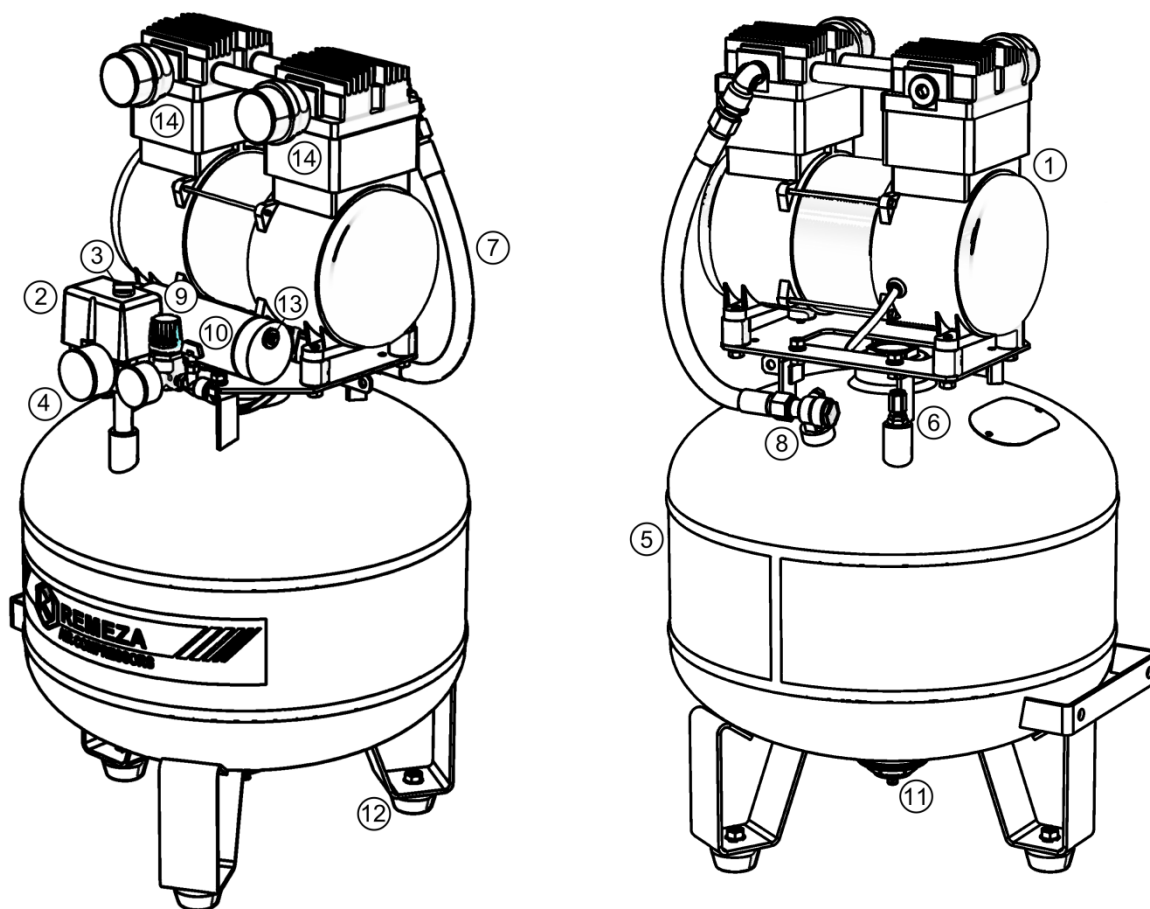

Рисунок 5 - Общий вид компрессоров СБ4-50.OLD15С и СБ4-50.OLD20С
7.3.1 Настройка давления в подсоединенных пневматических инструментах регулятором давления осуществляется следующим образом (см. рисунок 5):